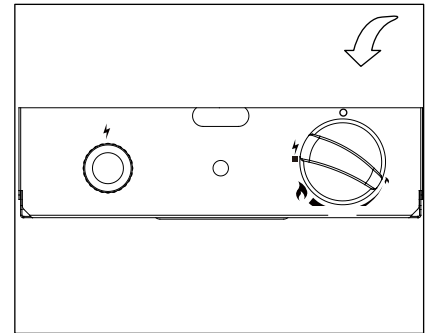

Figura 4
8. Presione y gire la perilla de control a la posición "ALTO" ( 🔥 ), a continuación, suelte perilla de control. Si desea una temperatura más baja , presione el botón de control y gire a la izquierda para el "BAJO" ( ⬇️ ) (Figura 4) .